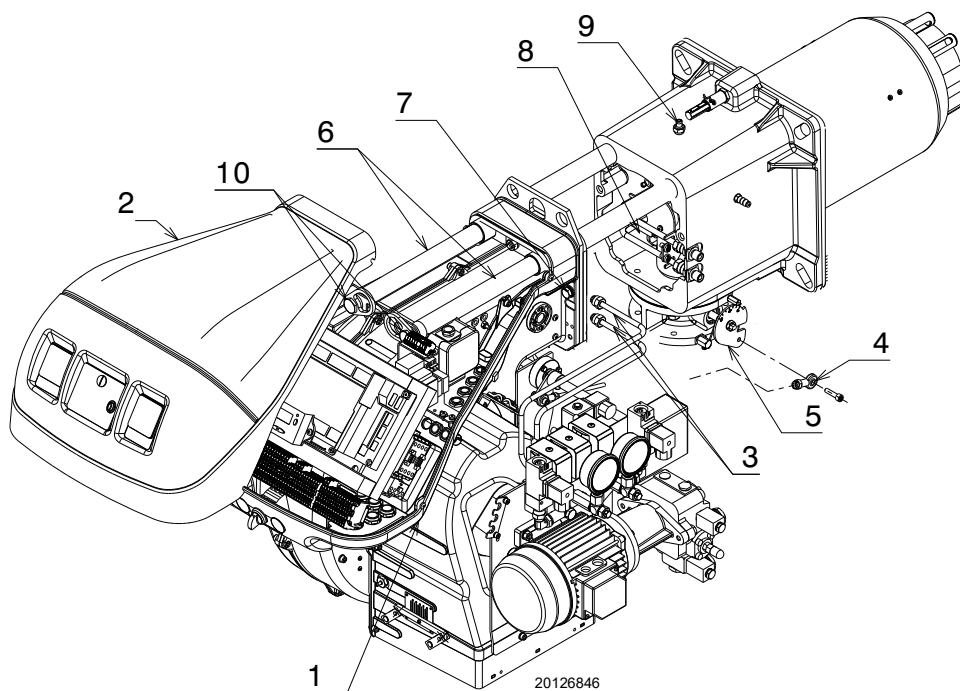

Fig. 56
- Desserrer les 4 vis 1)(Fig. 56) et déposer le capot 2).
- Démonter les deux rallonges des glissières 6)(Fig. 56).